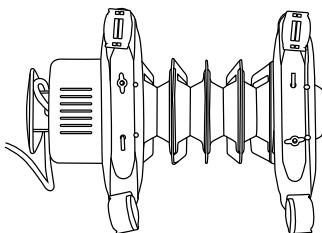

Рис. 4
1. Соединить одну из опорных ножек (2) с двумя роликами (1).
2. Закрепить гайками (3).
4. Перевернуть обогреватель нижней частью вверху, как показано на Рис. 4.
5. Продеть металлический держатель (4) через фиксатор.
6. Прикрепить опорную ножку с колесиками посредством металлического держателя (4) и винтов (5) к нагревателю.